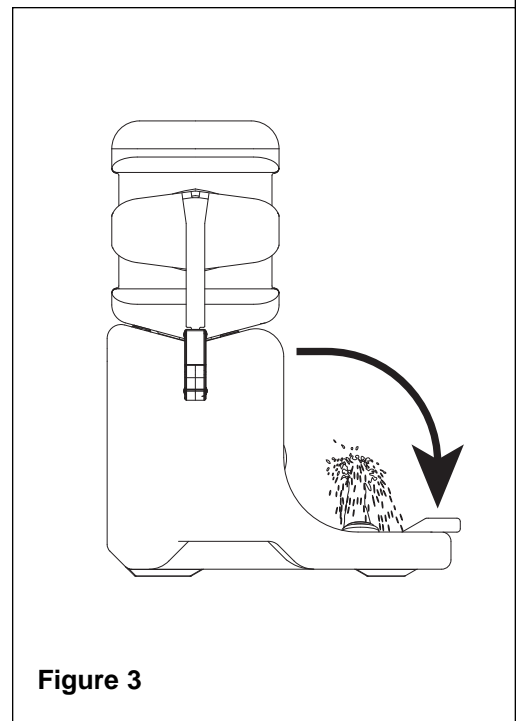

Figure 3
1. Une vérification du fonctionnement de la douche oculaire peut être faite en abaissant le plateau (voir Figure 3). Inspection visuelle hebdomadaire de la douche oculaire pour la propreté et pour le niveau approprié de mélange (selon la norme ANSI Z358.1-2004). Lorsque le niveau de solution est en deçà de la ligne de remplissage de 15 minutes, le réservoir doit être vidé et rempli à nouveau. Remplir le réservoir de la douche oculaire selon les directives décrites à l'étape 2 de la page 9.